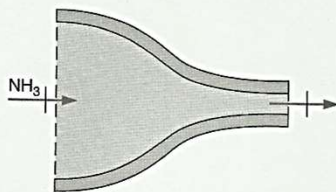

FIGURA P6.10
6.10 Vapor superaquecido de amônia entra em um bocal com isolamento térmico a 20°C e 800 kPa, conforme mostrado na Fig. P6.10, com uma velocidade baixa e vazão constante de 0,01 kg/s. A amônia sai a 300 kPa com uma velocidade de 450 m/s. Determine a temperatura (ou título, se saturado) e a área na saída do bocal.